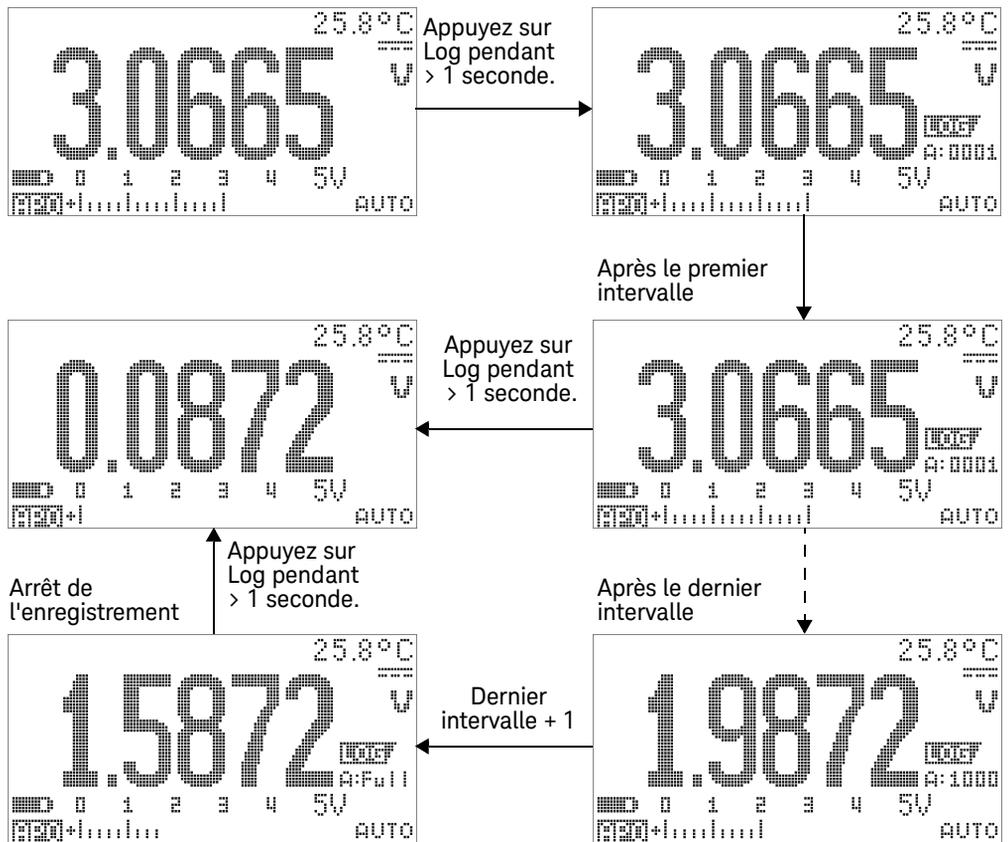

Figure 3-10 Fonctionnement en mode d'enregistrement par intervalles (Time)
- 1 Appuyez sur  pendant plus d'une seconde pour enregistrer la valeur et la fonction actuelles de l'affichage principal dans la mémoire du multimètre. Le symbole  et l'index d'enregistrement sont affichés. Les valeurs successives sont enregistrées automatiquement dans la mémoire selon l'intervalle (LOG TIME) défini en mode configuration. Reportez-vous à la Figure 3-10 à la page 101 pour savoir comment utiliser ce mode.